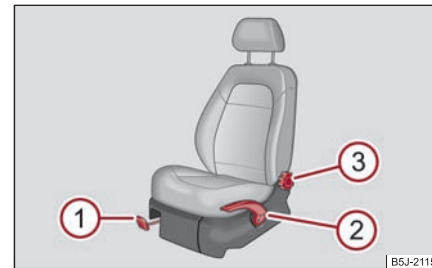

Abb. 63 Bedienelemente am Sitz
- Ziehen Sie den Hebel **1** ⇒ Abb. 63 nach oben und schieben Sie dabei den Sitz in die gewünschte Position.